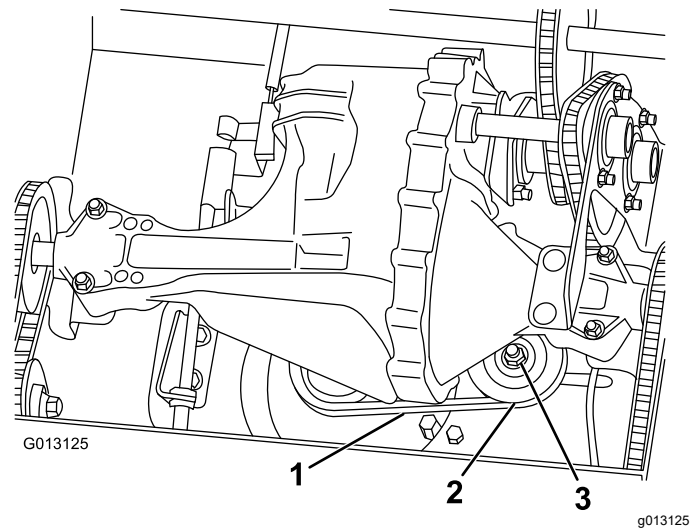

Figura 34
3. Presione sobre un tramo de la correa de transmisión con una fuerza de 9 kg (20 libras) (Figura 34). Si la correa se flexiona más de 3 mm ($\frac{1}{8}$ "), apriétela como se indica a continuación:
- A. Apriete la tuerca que sujeta la polea tensora (Figura 34).